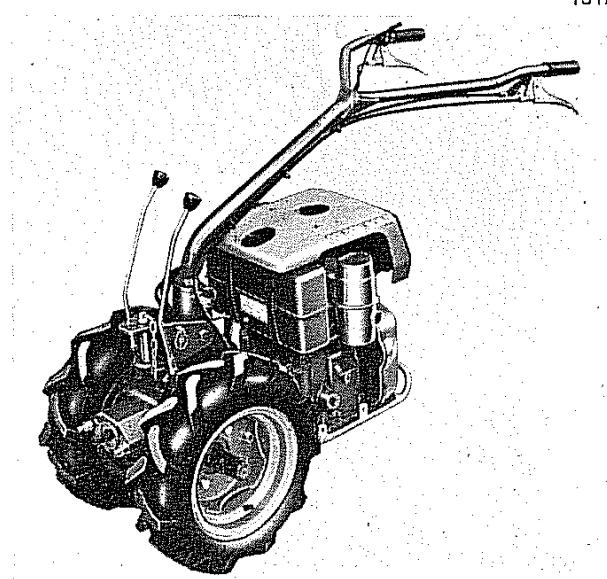

Fig. 8
Questo rende possibile l'applicazione di attrezzi che, come ad esempio la barra falciante, richiedono l'uso del motocoltivatore in senso inverso (vedi fig. 8).
N.B. - Nella necessità di dover girare le stegole di 180° (come in fig. 8), ruotarle in senso orario per evitare danni ai cavi che scendono lungo il piantone.